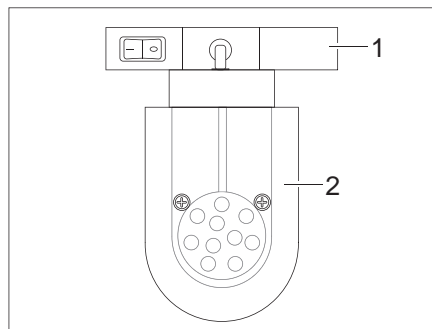

Bild 106 LED-spotlight (exempel)
- Ta tag i hållaren (Bild 106,1) och vrid 90°.
- Ta av LED-spotlightsen (Bild 106,2) från skenorna.
- Sätt in LED-spotlightsen (Bild 106,2) på önskat ställe i skenorna och vrid 90°.